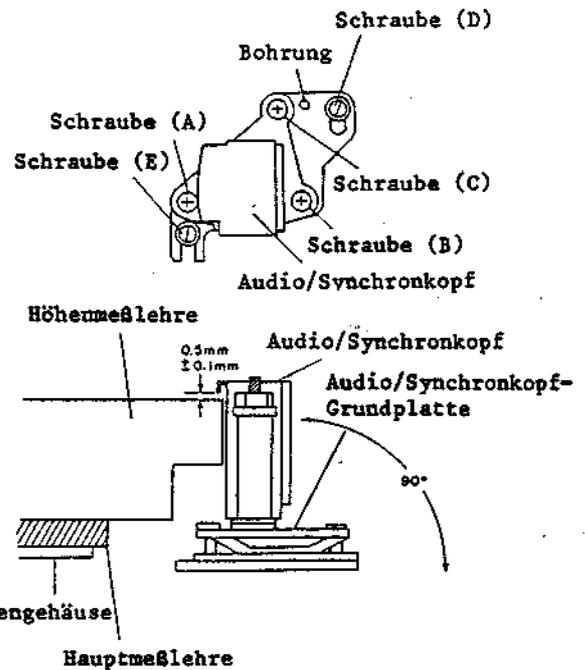

Abb. 3-12
6-5 Einstellung des Audio/Synchronkopfes (Abb. 3-12, 3-13, 3-14)
- 3) Die Schrauben (A), (B) und (C) auf der Audio/Synchronkopf-Grundplatte so einstellen, daß der Abstand zwischen dem Flansch des Audio/Synchronkopfes und der Oberkante der Höhenmeßlehre $0,5 \pm 0,1$ mm beträgt, wobei der Audio/Synchronkopf vertikal zum Chassis angeordnet sein muß (siehe Abb. 3-12).